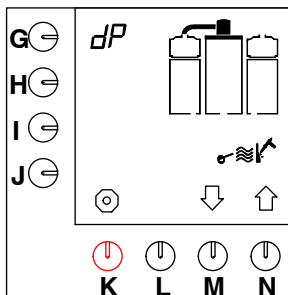

Fig. 15 Start av renseprogrammet, kaffetraktesystemet
- Renseprogrammet vises på displayet (fig.15).
- Hold programmeringstasten (G.) nede inntil fig. 15 igjen vises på displayet.